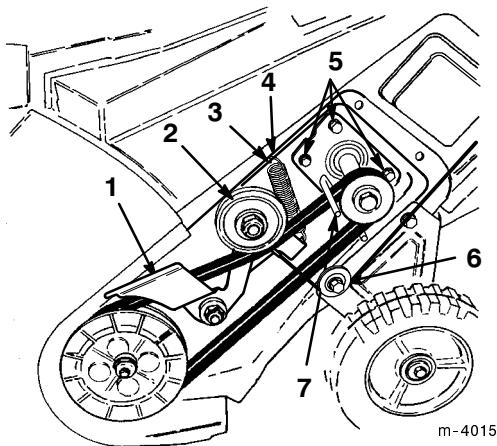

Figure 18
- Desserrez les quatre écrous de montage du moteur pour permettre au guide-courroie de s'écartier de la poulie d' entraînement et pour pouvoir déposer la courroie (Fig. 18).
- Vérifiez que l'extrémité la plus longue du ressort est accrochée dans le trou du carter et que l'extrémité arrondie est accrochée au bras de frein (Fig. 18).
- Elevez l'ensemble bras de frein, serrez la courroie d' entraînement et faites-la passer sous la poulie folle (Fig. 18).
IMPORTANT : Vérifiez que le câble se trouve bien sur la poulie avant de reposer le carter latéral gauche (Fig. 18).